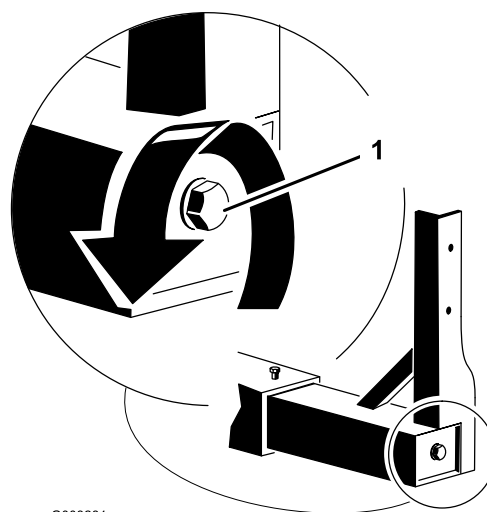

Figura 1
- Desaperte os parafusos da estrutura da rampa não mais de 3 voltas (Figura 1).